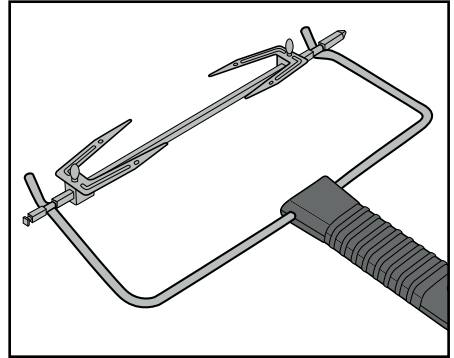

Fig. 3: Aggancio della pinza **12** allo spiedo **16**
- Per prelevare lo spiedo bollente **16**, introdurre il gancio presente sull'estremità della pinza **12** negli avvallamenti dello spiedo **16** (fig. 3):